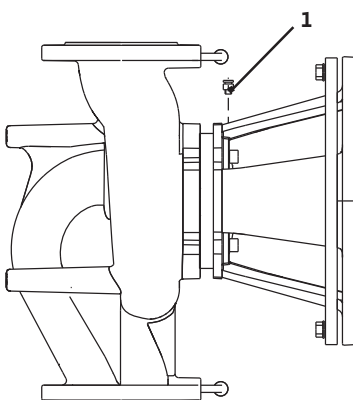

Fig. 4.1 : Soupape d'échappement
- Purger la pompe en ouvrant les soupapes d'échappement (fig. 4.1, pos. 1). La marche à sec détruit la garniture mécanique de la pompe. Le capteur de pression différentielle ne doit pas être purgé (risque de destruction).